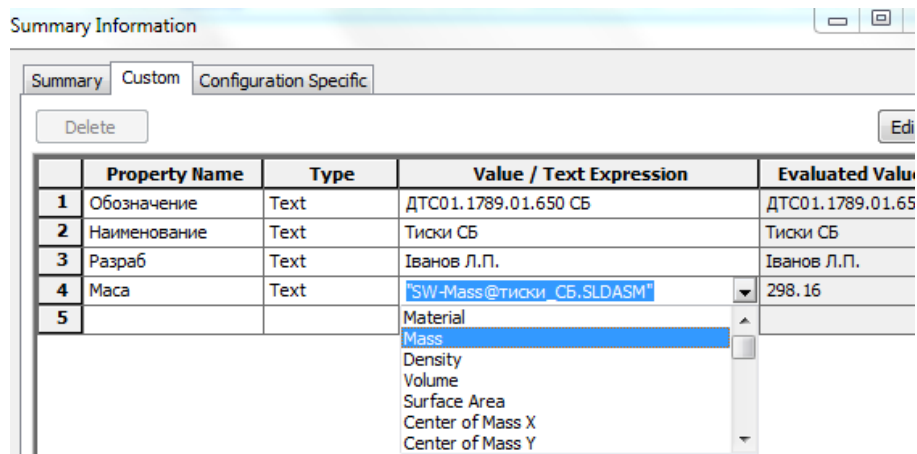

Рис. 9.1.12. Заповнення властивостей деталей
9. Аналогічно до п.8 заповніть властивості деталей згідно таблиці 1. Властивість «**Маса**» необхідно зв'язати з внутрішньою змінною SolidWorks **Маса (Mass)** (рис. 9.1.12).